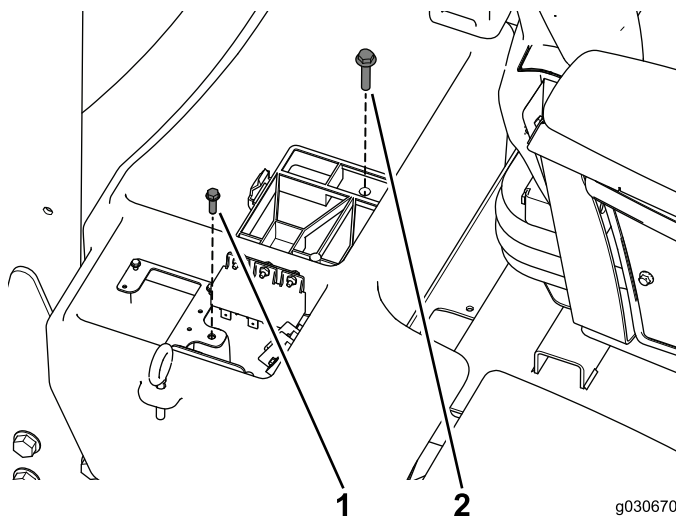

Рисунок 3
4. Отверните винт крепления пластины жгута проводки и болт крепления отделения аккумулятора (Рисунок 3) и отложите их в сторону.